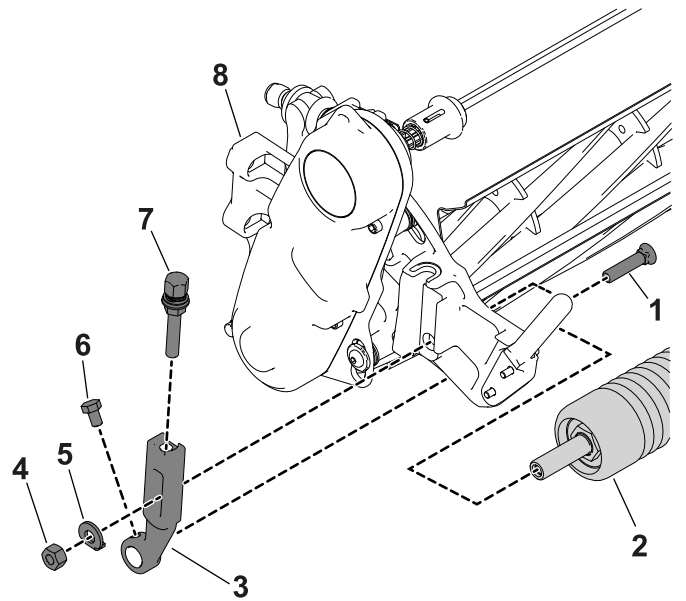

Figura 2
1. En la unidad de corte, afloje los tornillos de montaje que fijan cada extremo del rodillo delantero a los brazos de la altura de corte (Figura 2).
2. Retire los pernos avellanados, las arandelas y las contratuercas que sujetan los brazos de ajuste de la altura de corte a cada extremo de la unidad de corte (Figura 2). Retire los brazos de la altura de corte y el rodillo.